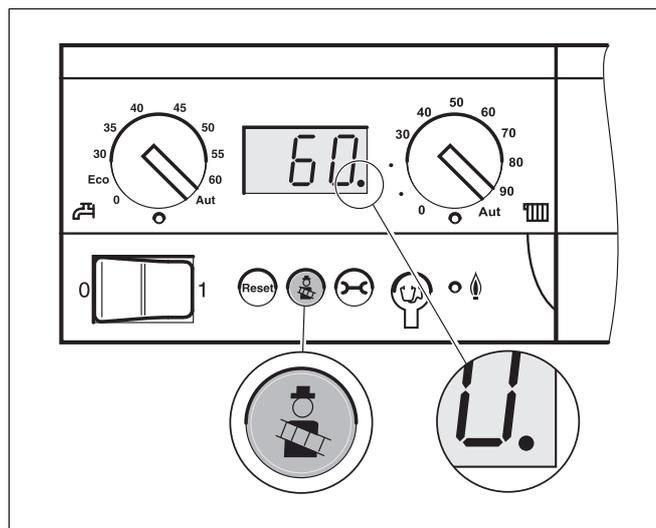

Fig. 11 Attivazione dell'esercizio manuale
- ▶ Premere il tasto "Prova di Combustione" (fig. 11) per più di 5 secondi, fino a far lampeggiare il punto decimale sul display.